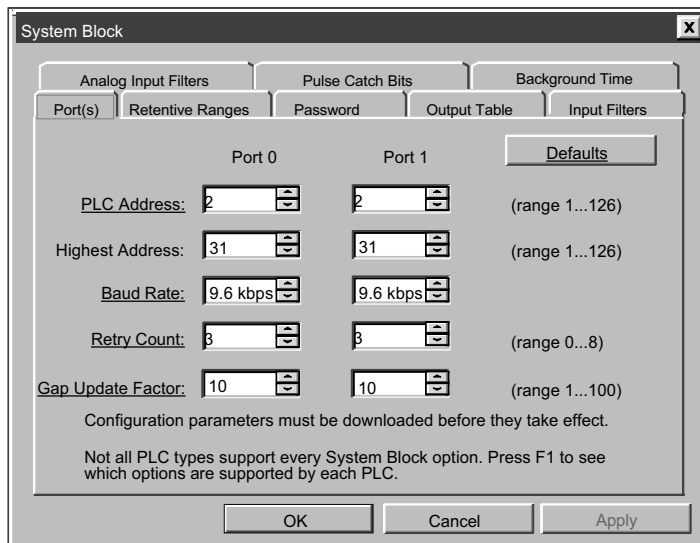

图 3-5 修改通讯参数
2. 出现系统块对话框。单击 Port(s) 项, (见图 3-5)。根据缺省, 站地址是 2, 波特率是 9.6 k 波特。